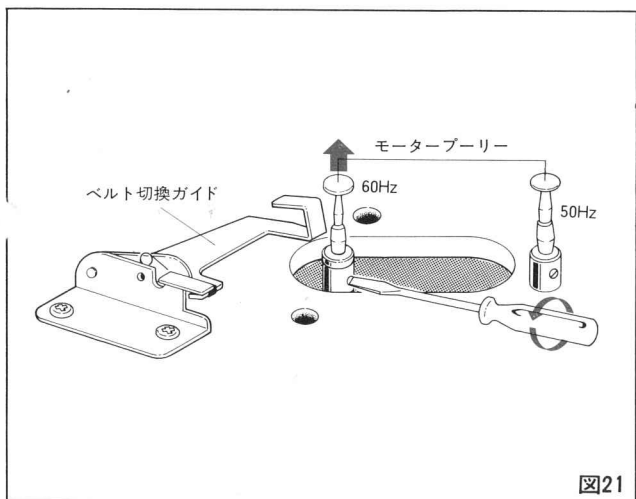

図21
- ① ターンテーブルを外し図21のようにモータープーリー側面のネジをゆるめて上に引張り外します。
- ② 新しい交換用モータープーリー(60Hz用には溝が刻んであります)をはめます。
- ③ ベルト切換ガイドを33回転の状態にした時、ベルトがベルト切換ガイドに触れない位置にプーリーを固定します。(図21)